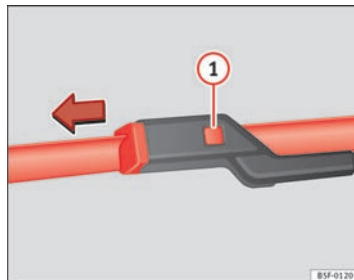

Fig. 113 Udskiftning af viskerblade foran
- Hold udløserknappen ⇒ Fig. 113 ① nede, og træk samtidig viskerbladet af i pilens retning.